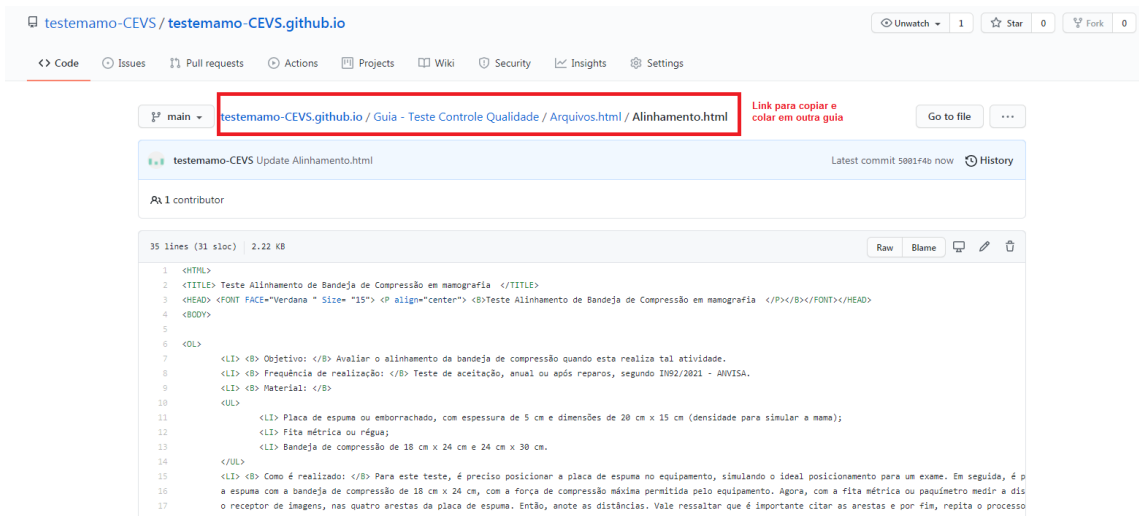

Figura 07: Link para acessar o arquivo no site.
Passo 05: Para visualizar se deu certo a mudança, basta copiar o link, conforme a Figura 07 e colar em outra guia.